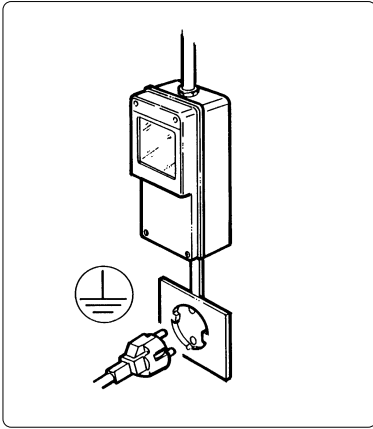

Fig. 7
- Il faut absolument prévoir, pour que l'installation soit correcte, une prise spéciale commandée par un interrupteur unipolaire sur lequel la distance d'ouvertures des contacts soit égale ou supérieure à 3 mm, conformément aux réglementations nationales de sécurité en vigueur (voir la fig. 7).